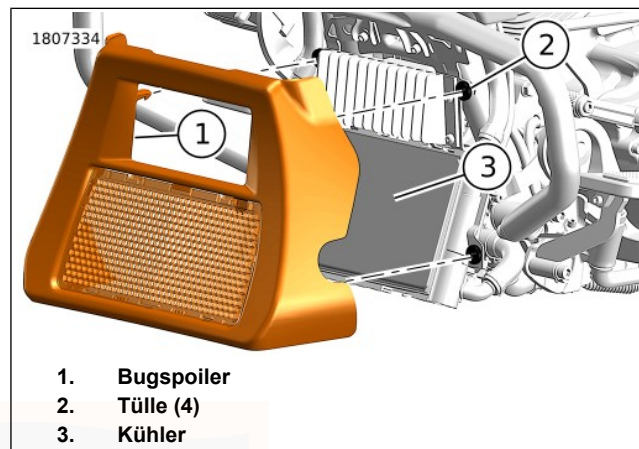

Abbildung 106. Bugspoiler
1. Siehe Abbildung 106. Bugspoiler ausbauen.
- b. Den Bugspoiler (1) gerade nach vorne ziehen.
2. Ablagerungen von den Kühlerlamellen (3) entfernen.
- c. Die Hakenstifte am Bugspoiler auf die Tüllen (3) ausrichten.